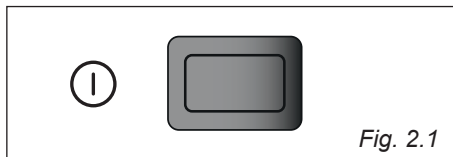

Fig. 2.1
- Allumer la chauffe vaisselle en appuyant sur le poussoir d'allumage (fig. 2.1).